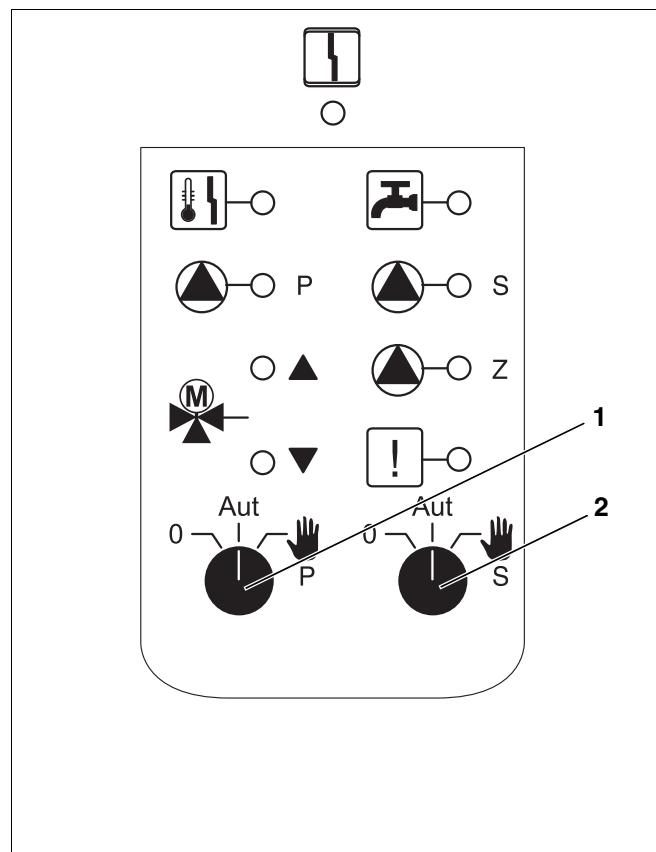

Рис. 5 Модуль FM 445
- Для первичного контура (Рис. 5, **поз.1**) перевести переключатель в положение .
- Для вторичного контура (Рис. 5, **поз.2**) перевести переключатель в положение .